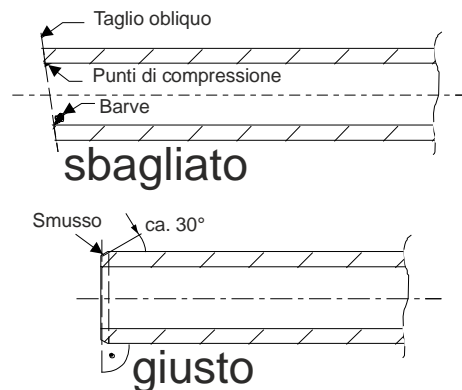

Fig. 36 Taglio dei tubi
- I tubi devono essere tagliati con un tagliatubi alla distanza necessaria. In particolare occorre fare attenzione che il taglio sia perpendicolare all'asse del tubo. Le eventuali "bave" sporgenti vanno eliminate, Fig. 36.
- Le estremità dei singoli spezzoni di tubo devono essere lievemente smussate mediante un utensile idoneo, ad es. uno spelatubi, Fig. 36.